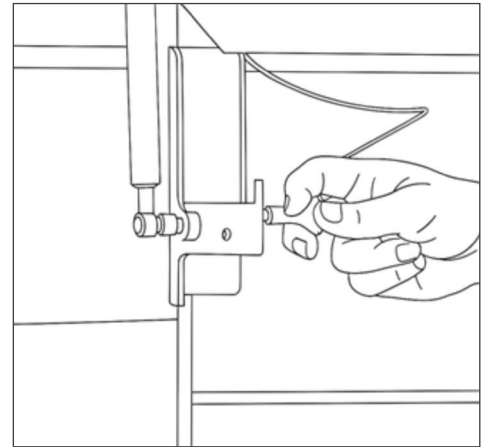

Figure 13 - Goupille de verrouillage (en option)
7. Rabattre la table en position verticale. Si votre table est munie de la goupille de verrouillage en option, insérez-la dans le trou de verrouillage (voir la figure 13).